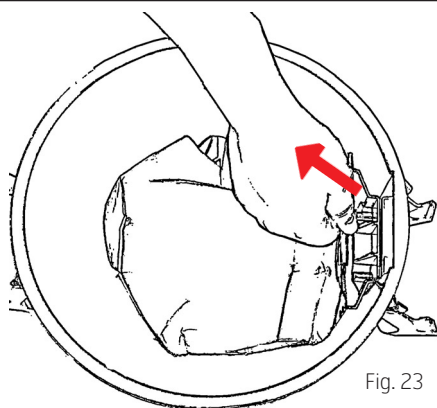

Fig. 23
6. Tag støvposen ud ved at gribe fat i papstiveren og forsigtigt trække pappet og posen ud af beholderen, fig. 23.